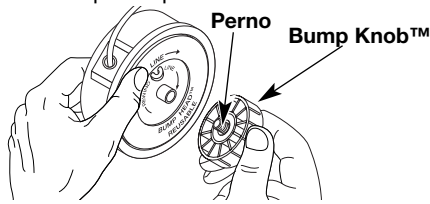

Fig. 12
1. Sostenga la bobina exterior con una mano y desenrosque la Bump Knob™ en sentido antihorario (Fig. 12). Inspeccione el perno de adentro de la perilla percusiva para verificar que se mueva con libertad. Cambie la perilla percusiva si está dañada.
14. Sostenga el carrete interior en su lugar y coloque e instale la perilla percusiva en sentido antihorario (Fig. 12). Inspeccione el perno dentro del botón de tope para verificar que se mueva con libertad. Cambie el botón de tope si está dañado.
1. Sostenga la bobina exterior con una mano y desenrosque la perilla percusiva en sentido antihorario (Fig. 12). Inspeccione el perno dentro del botón de tope para verificar que se mueva con libertad. Cambie el botón de tope si está dañado.